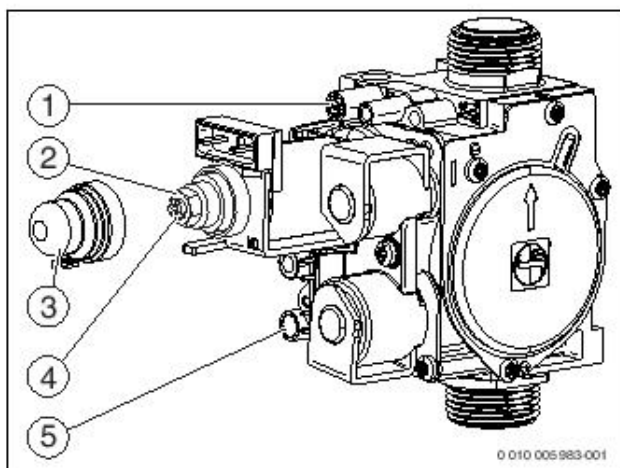

Рис. 31 Газовая арматура
- Отверните уплотнительный винт штуцера измерения давления на форсунках (рис. 31, [1]) и подсоедините U-образный манометр.
- Снимите крышку (рис. 31, [3]).
- Значение «max» давления (мбар) на форсунках приведено в таб. на стр. 43. Установите давление на форсунках регулировочным винтом максимального расхода газа (рис. 31, [2]). Поворот направо - больше газа, поворот налево - меньше газа.
- Значение «min» давления (мбар) на форсунках приведено в таб. на стр. 43. Установите давление на форсунках регулировочным винтом минимального расхода газа (рис. 31, [4]).
- Выключите котёл и закройте газовый кран, отсоедините U-образный манометр и заверните уплотнительный винт (рис. 31, [1]).
- Отверните уплотнительный винт на штуцере измерения подаваемого давления газа (рис. 31, [5]) и подсоедините манометр.
- Установите и опломбируйте крышку (рис. 31, [3]).